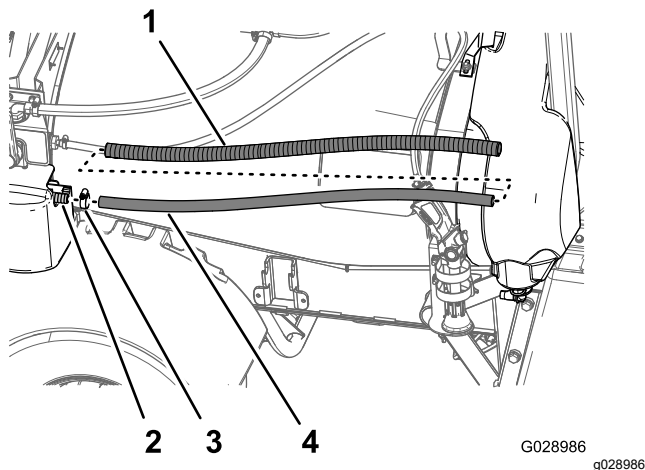
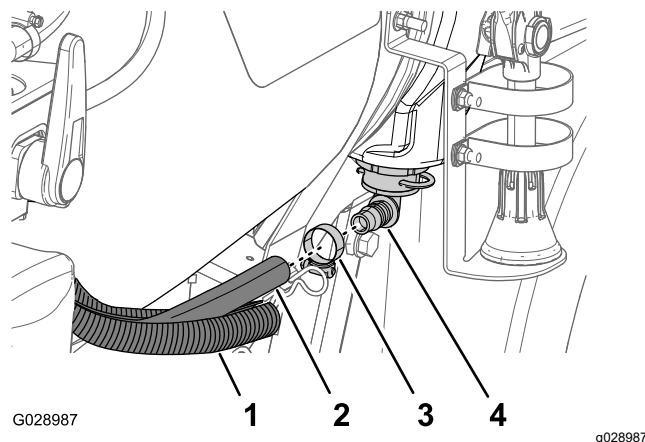

Figura 49
Figura 50
1. Montate il flessibile da 1,9 x 114 cm sul raccordo diritto dentellato sul lato anteriore della pompa di lavaggio del serbatoio (Figura 49).
2. Fissate il flessibile al raccordo con una fascetta stringitubo (Figura 49).
3. Fate scorrere il conduit del flessibile sul flessibile, lasciando sporgere circa 30 cm dell'estremità libera del flessibile (Figura 49 e Figura 50).
4. Montate l'estremità libera del flessibile sul raccordo dentellato a 90° sotto il serbatoio di lavaggio (Figura 50).
5. Fissate il flessibile al raccordo con una fascetta stringitubo e terminate avvolgendo l'estremità del flessibile con il relativo conduit (Figura 50).